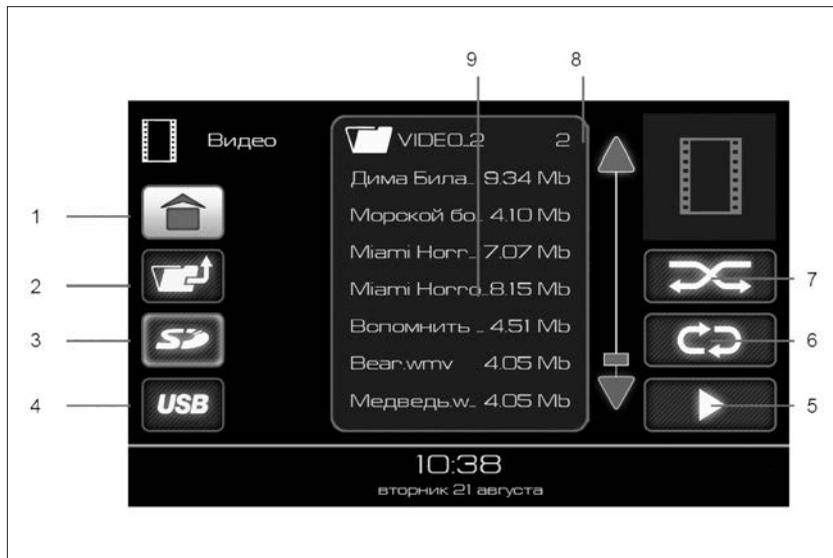
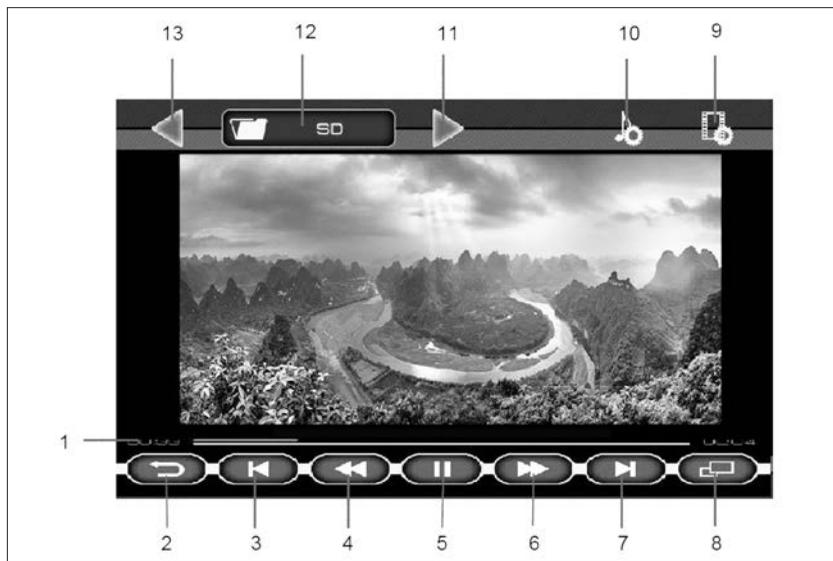

Рис. 58. Окно режима «ВИДЕО»
Рис. 59. Окно проигрывания видеофайлов
Примечание. При нахождении режима «**Видео**» в состоянии пауза (индикатор 5, рис. 59), повторный вход переведет MMC в режим проигрывания видеofайла.
Доступные для воспроизведения видеофайлы и папки отображаются в списке (9). Двойное нажатие на изображении папки  отобразит список видеофайлов в этой папке. Для выхода из папки нужно нажать кнопку 2 (рис. 58).
- двойное нажатие на выбранный файл позволяет воспроизвести именно его, при этом доступна кнопка включения режима повторного воспроизведения (кнопка 6, рис. 58).
дения файлов (кнопка 6, рис. 58) позволяет воспроизвести все видеофайлы, находящиеся в списке (9).
- выбор папки одиночным нажатием на изображении папки , в списке (9) (рис. 58), а затем нажатие кнопки воспроизведения файлов (кнопка 5, рис. 58) позволяет воспроизвести все видеофайлы, находя-
Для включения полноэкранного режима воспроизведения нажать кнопку **8** (рис. 59) или на изображение.
Если при воспроизведении видеофайла нажать на кнопку «II» (5) (рис. 59), а затем нажать на кнопку возврата (кнопка **2**, рис. 58), то произойдет переход в главное меню, и в кнопке **8 «Видео»** (рис. 53) появится индикатор паузы. Этот режим позволяет вернуться к воспроизведению видеофайла с того места, где была поставлена пауза.
Доступные для просмотра файлы и папки отображаются в списке (9), (рис. 58). Для отображения списка файлов внутри папки нужно нажать на изображение папки  в списке (9). Для выхода из папки нужно нажать кнопку 2.
Нажмите на изображение файла в списке и кнопку 5 (рис. 58) либо дважды нажмите на выбранный файл для запуска просмотра файлов, начиная с выделенного в списке курсором. Для организации слайд-шоу должен быть включен режим повторного воспроизведения. ММС перейдет в окно проигрывания файлов изображения.